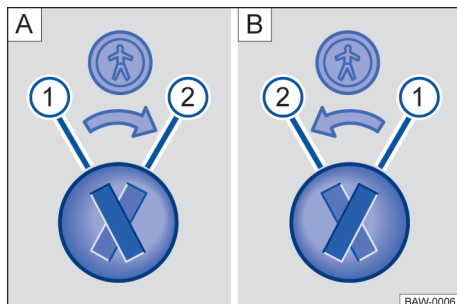

Fig. 9 Trava de segurança para crianças: (A) porta traseira esquerda, (B) porta traseira direita.
Legenda para → Fig. 9:
- Introduzir a haste da chave na ranhura da trava de segurança para crianças para ativar ou desativar → Fig. 9.